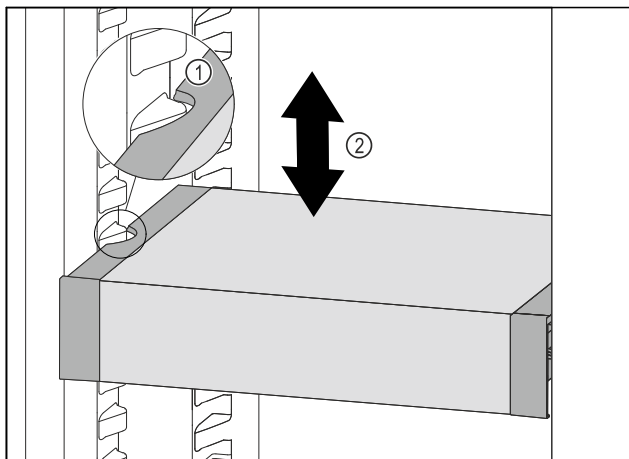

Fig. 67
- ▶ Тяните VarioSafe вперед, пока боковые выемки VarioSafe не окажутся на высоте выступа резервуара в холодильном отделении. Fig. 67 (1)
- ▶ Двигайте VarioSafe в холодильном отделении вверх или вниз, пока не будет достигнута требуемая высота. Fig. 67 (2)